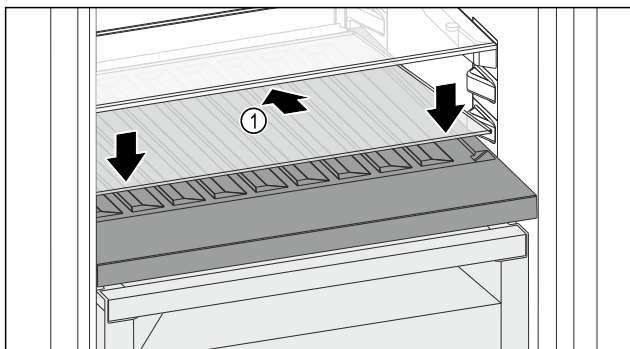

Fig. 216
- ▶ Skleněnou desku Fig. 216 (1) zasuňte šikmo a skloněnou dozadu dolů.
- ▶ Skleněnou desku Fig. 216 (1) vpředu spusťte dolů.